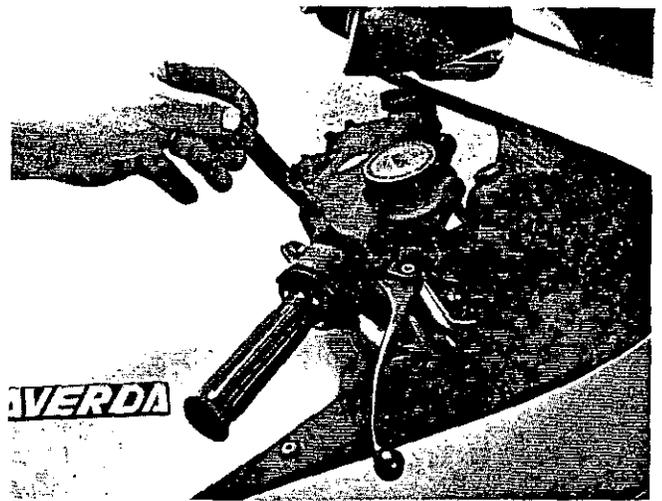

Fig. 37
3. Regolazione appropriata delle leve dei freni anteriori e posteriori: il loro gioco libero deve essere da 0,10 a 0,30 mm. Usare la vite di regolazione e uno spessimetro tra il pistoncino della pompa e la leva del freno (Fig. 37)
3. Adjustment of front and rear brake levers. Their free travel should be between 0.10 and 0.30 mm. Use the adjusting screw and a feeler gauge between the master cylinder plunger and brake lever (Fig. 37).